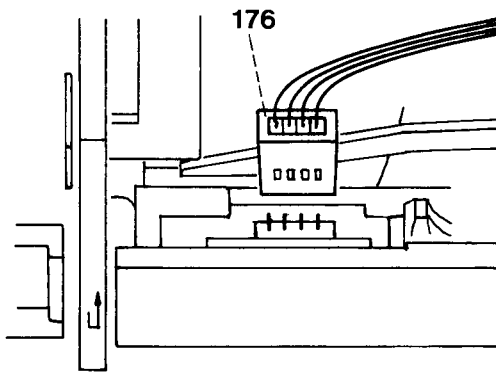

Fig.51c
- Das Vierer-Steckergehäuse 176 oder das Neuner-Steckergehäuse 177 aufstecken (weißes Kabel nach links) (Fig. 51c oder 51d).